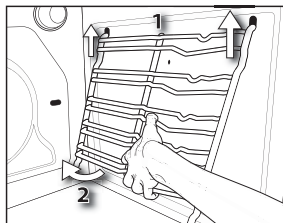

Fig. 3
2. Rimuovere le griglie sollevandole (1) e ruotandole (2) come mostrato nella Fig. 3.